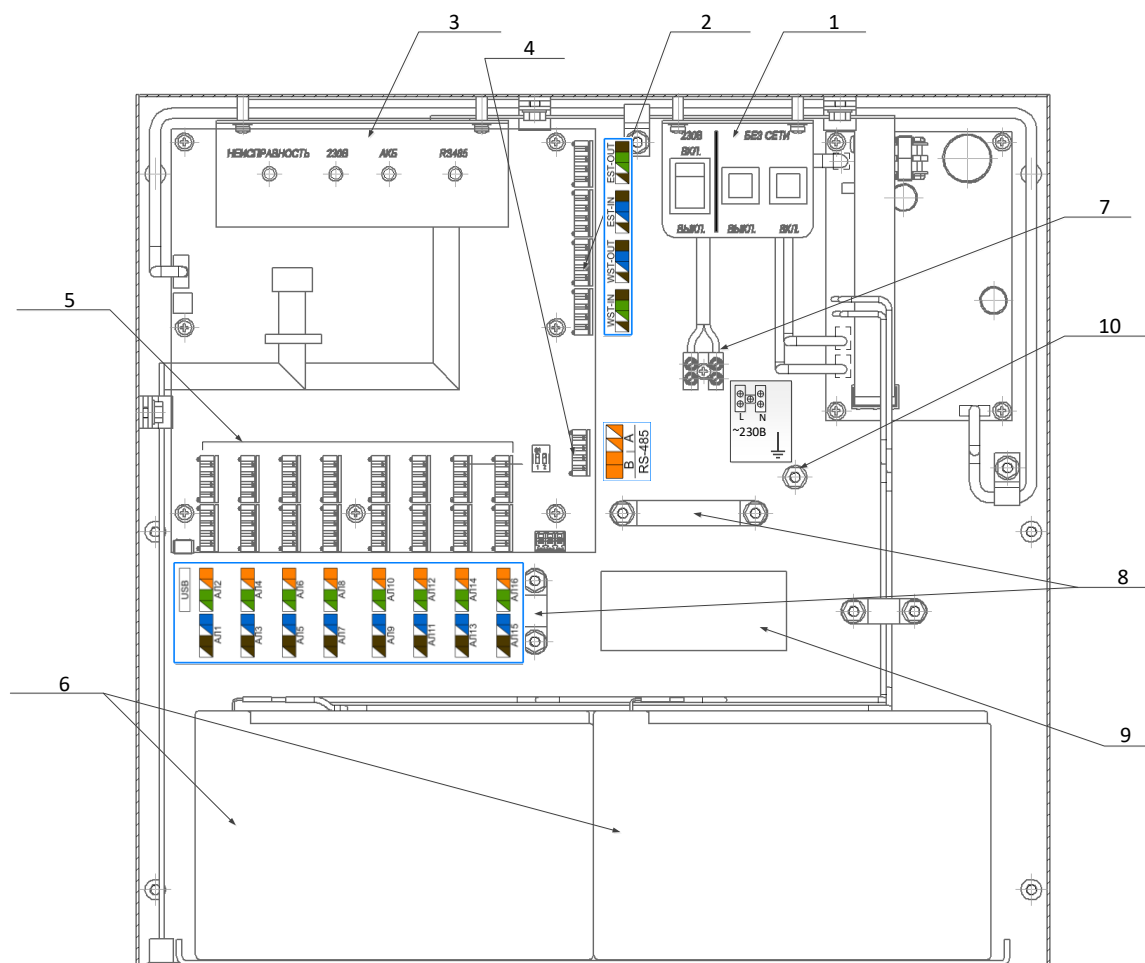

Рис. 2.3
3.2 Подключить сетевой провод к СДС-БС (не входит в комплект поставки), к клемме 230 В (рис. 2.3, поз. 7) и к винту заземления (рис. 2.3, поз. 10). Включить питание кнопкой 230 В (рис. 2.3 поз. 1 и рис. 3.2).